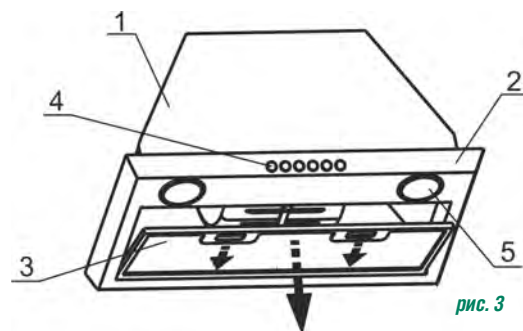

рис. 3
- снимите алюминиевый фильтр (рис. 3);
- Снимите алюминиевый фильтр блока, для этого нажмите на пружинные замки на фильтре и потяните его вниз и на себя (рис. 3).